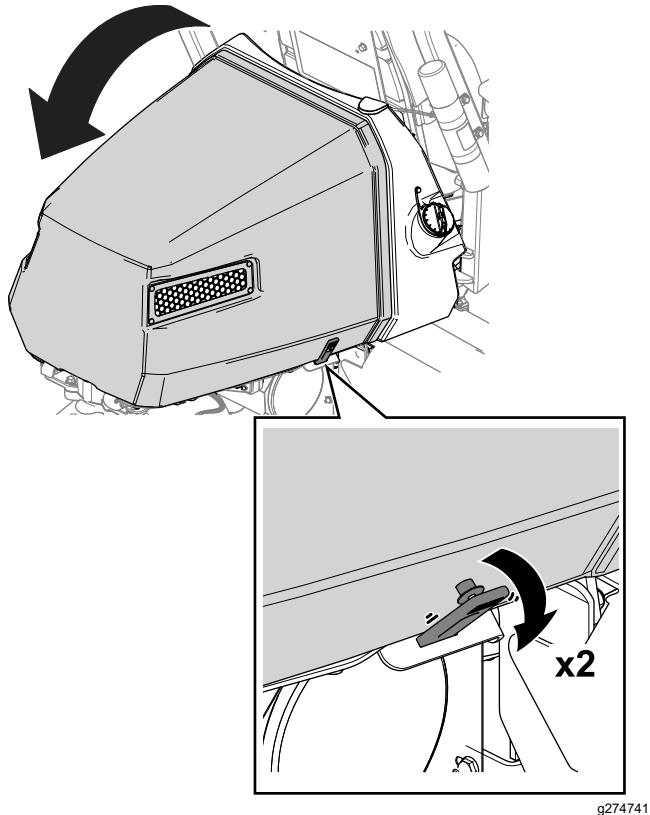

Figura 37
- Liberte as correias de cada lado do capot (Figura 37).
- Eleve o capot (Figura 37).